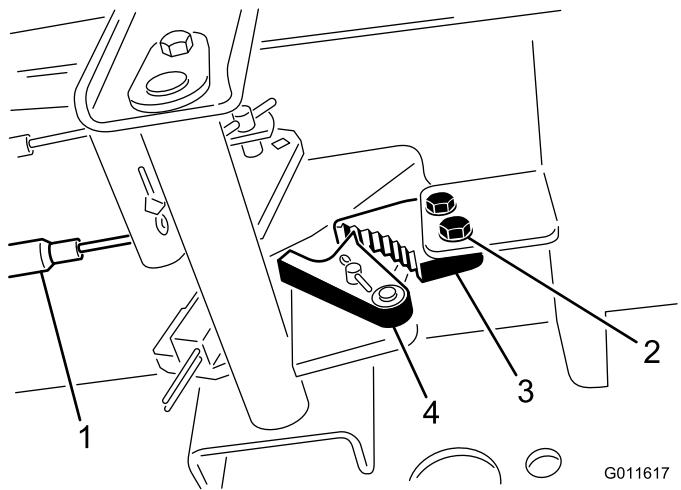

図 75
- 駐車ブレーキのツメをフレームに固定しているネジ2本をゆるめる（図 75）。
2. ブレーキのツメが戻り止めに完全に掛かるまで駐車ブレーキ・ペダルを前に踏み込む(図 75).